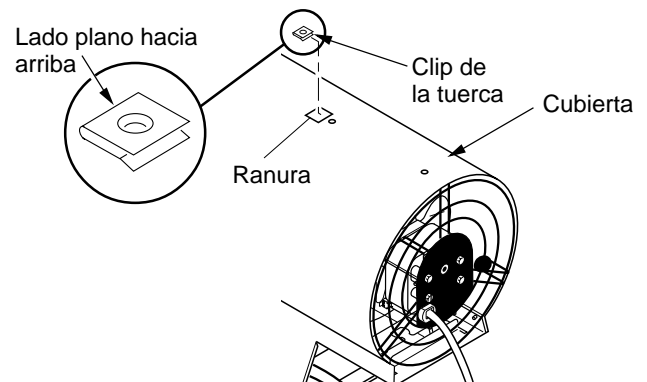

Figura 4: Instalación del clip de la tuerca
2. Inserte el clip de la tuerca (incluido con la manija) con el lado plano volteado hacia arriba a través de la ranura de la parte superior de la cubierta. Alinee los orificios del clip de la tuerca con el orificio del tornillo detrás de la ranura en la parte superior de la cubierta. (consulte la figura 4).